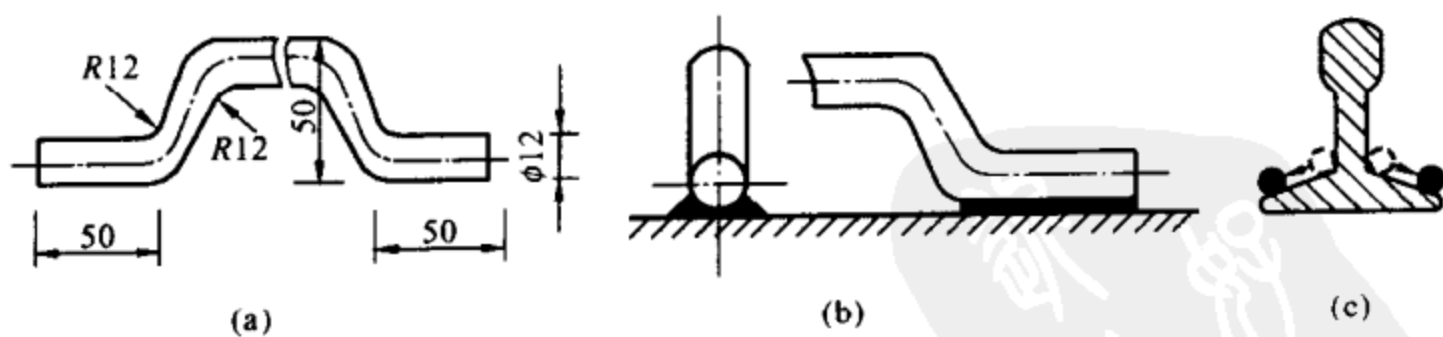

图 1-4 轨缝连接线示意图
(1) 选用合适的连接导体材料，并且用两根相同的连接线，平行并联焊在钢轨底脚上平面的两侧。连接线导体材料推荐选用 $\phi 12\text{mm}$ 圆钢，下料长度 500mm ，最长不得超过 526mm 。单根导体电阻值 0.000456Ω ，两根并联电阻值 0.000228Ω 。缓冲弯曲率半径 $R12$ ，如图 1-4 (a) 所示。
(2) 改善焊接工艺, 提高焊接质量。连接线每端施焊方法如图 1-4 (b) 所示, 焊缝应均匀堆满, 厚度不应小于 3mm, 以保证足够的机械强度和合格的电阻值; 同时为了更换钢轨夹板时不需切断连接线, 连接线焊接的位置可稍向轨脚外侧移一些, 如图 1-4 (c) 所示 (空心圆移至实心圆), 保证有足够的空间以便于更换夹板。